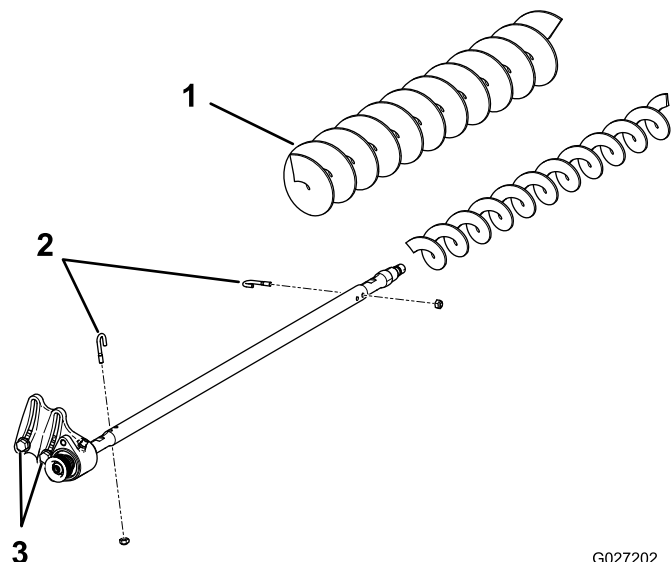

图 19
3. 拆下 2 个 J 形螺栓和螺母图 19。
4. 滑动现有滚筒刷从刷轴上取下来图 19。
5. 松开将传动轴承座固定到轴承座安装支架上的 2 个螺栓、垫圈和螺母图 19。
6. 把高剪滚筒刷滑入刷轴图 19。
7. 使用之前卸下的 2 个 J 形螺栓和螺母把滚筒刷夹在轴上图 19。